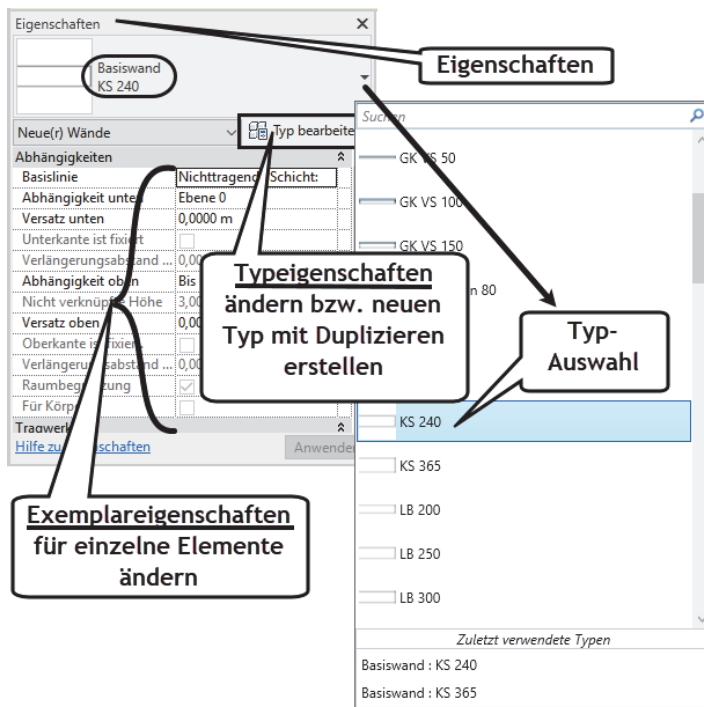

Abb. 1.28: EIGENSCHAFTEN
Wenn Sie *Werkzeuge* ❶ (Abbildung 1.28) aus den Multifunktionsleisten aufrufen, müssen Sie mehrere Bedienelemente beachten, die weiter unten einzeln vorgestellt werden.